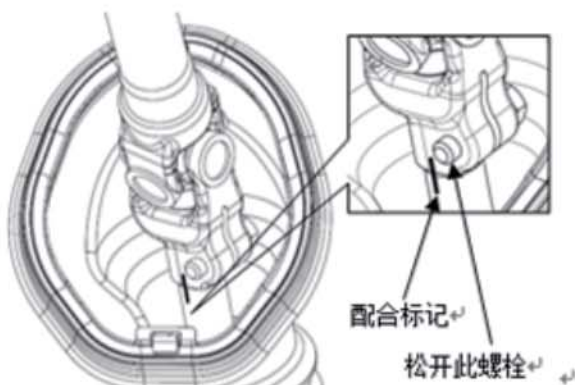

图 4-10
(11) 脱开中间轴, 如图 4-10 所示。
① 在万向节叉和加长轴上做配合标记。
② 转动转向盘, 使螺栓处于方便操作的位置, 松